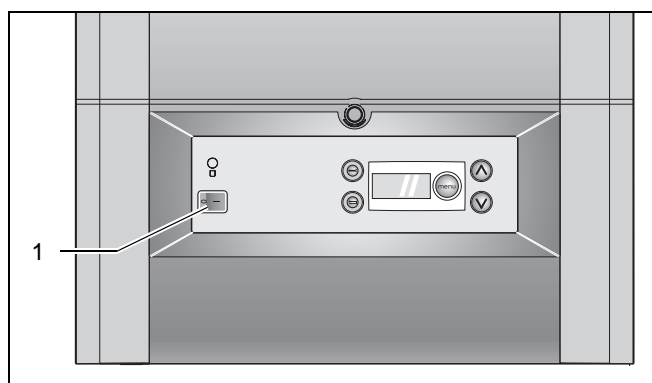

Рис. 26 Рабочий переключатель DBA
- Остановить прибор, устанавливая рабочий переключатель в положение "0" (рис. 26, поз. 1).